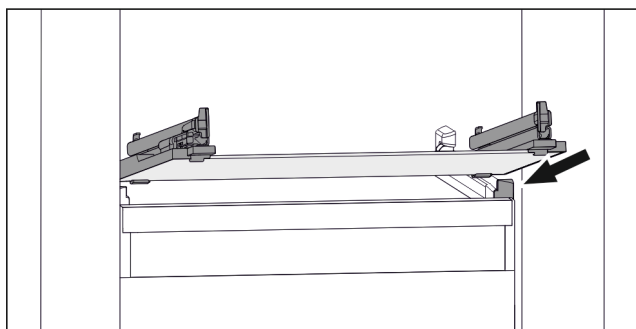

Fig. 89 Príklad zobrazenia sklenenej dosky
- ▶ Nasadíte sklenenú dosku šikmo za zarážkami. (pozri *Fig. 89*)